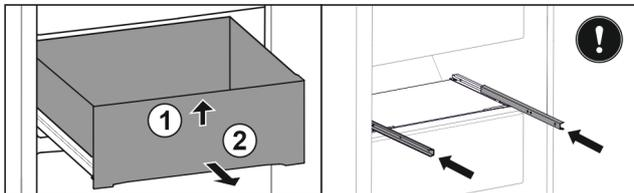

Fig. 36
- ▶ Schubfach vorne anheben. Fig. 36 (1)
- ▶ Schubfach nach vorne entnehmen. Fig. 36 (2)